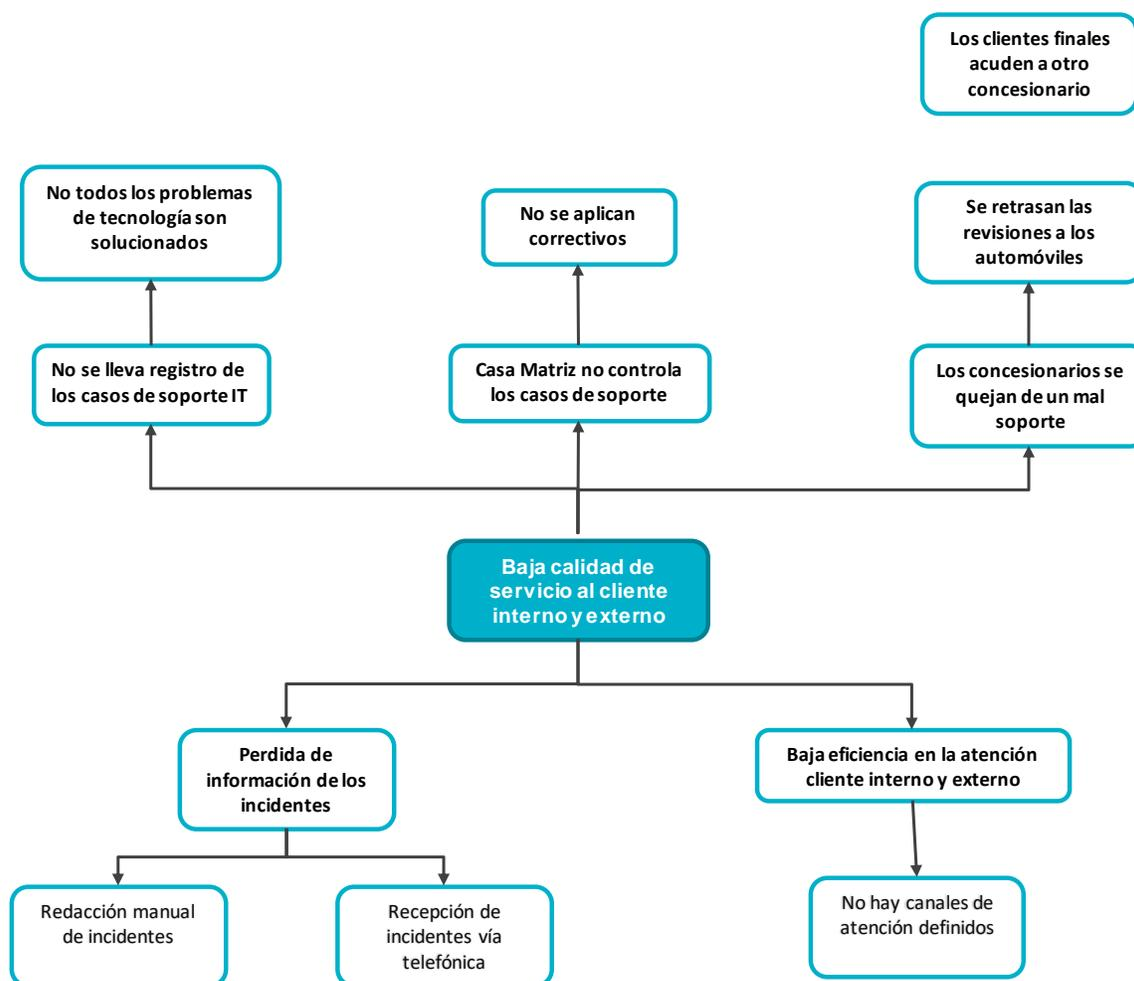

Figura 12. Análisis de problemas. Fuente: Propia.
4.1.2 Árbol de problemas. En la figura 12 se detallan las causas y consecuencias del problema principal que se tratará en este proyecto, que es, la baja calidad de servicio al cliente interno y externo